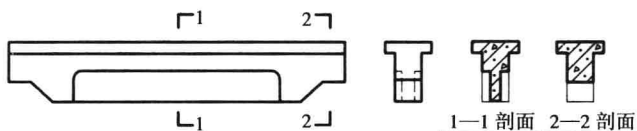

图 1.3 梁的剖面图
(3) 剖面图 剖面图就是假想用一个或多个垂直于物体外表面(或外墙轴线)的铅垂剖切面将物体或房屋剖开,所得到的投影图称为剖面图。如图 1.3 ~ 图 1.5 所示为一些剖面图,识读剖面图有以下方法及要点:
①剖面图也是根据正投影原理画出来的,在三面视图和六面视图中,每个图都可画成剖面图,仍符合正投影规律。例如